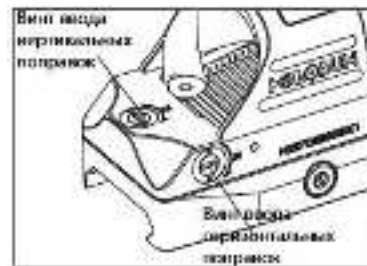

Рис. 6
- 2) Механизм ввода вертикальных поправок расположен в задней части прицела, а механизм ввода горизонтальных поправок – с правой стороны корпуса. (Рис.6). Для ввода поправок можно воспользоваться одиночным выступом на прилагаемом ключе.